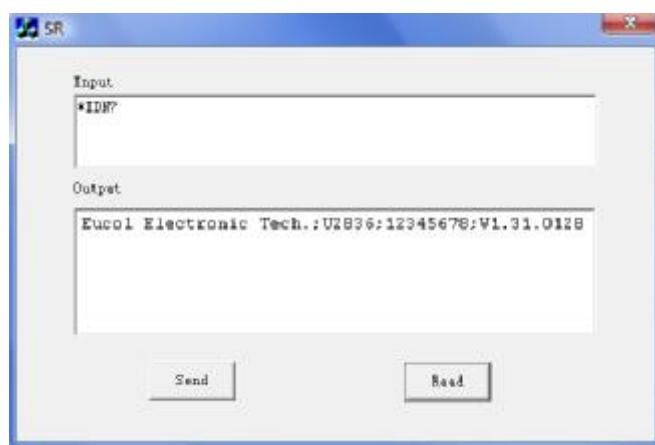

图 4-1-7
7. 保存、编译并运行程序，得到可执行文件。当仪器与PC机成功相连时，在Input下编辑框中输入一条命令，如\*IDN? (\*IDN?为默认输入命令)，按“Send”按键，再按“Read”按键，仪器返回的结果将显示在Output下编辑框中。如图4-1-7所示。